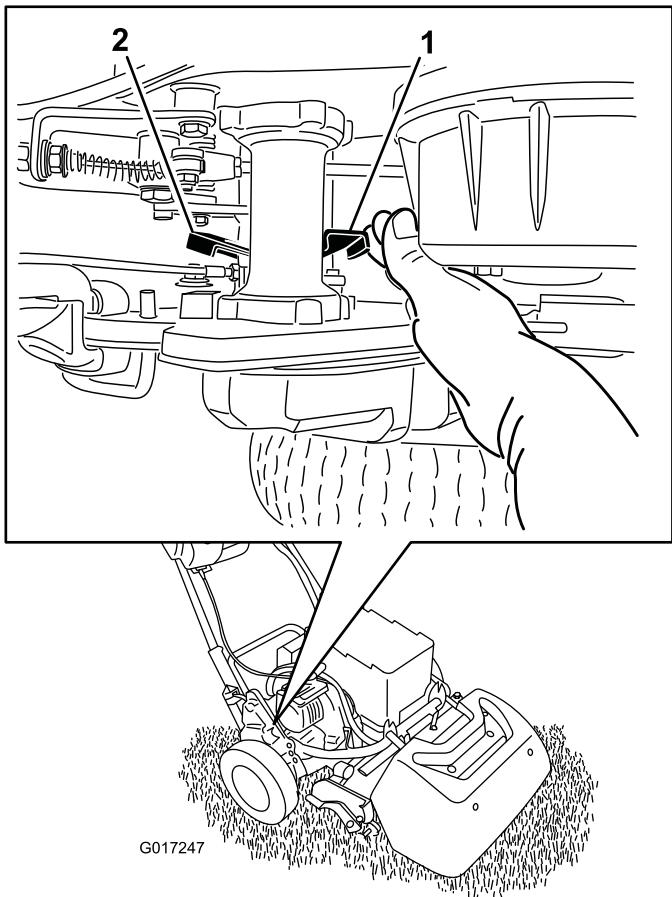

Figure 38
1. Dans l'angle arrière droit de la machine, localisez le levier d'engagement/désengagement de la transmission aux roues, près du tambour d'entraînement (Figure 38).